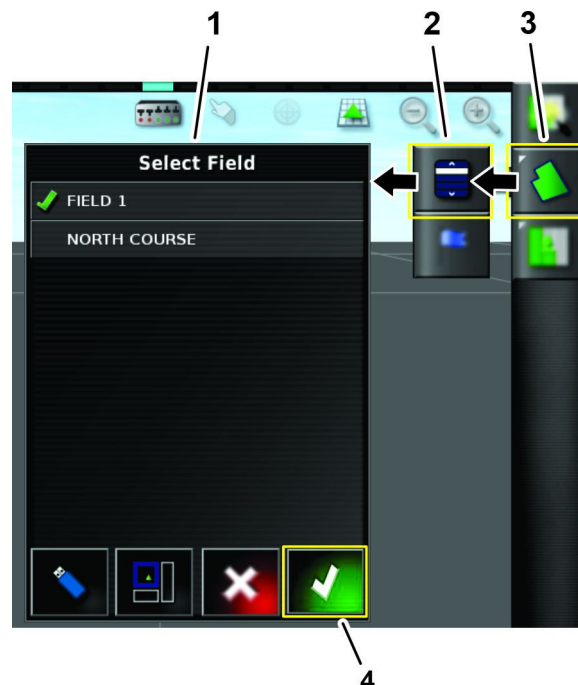

Figura 160
5. Premete l'icona MENU DEL CAMPO; nell'elenco Seleziona campo, premete l'icona per un campo, quindi premete l'icona Conferma (Figura 160).
6. Nell'elenco Seleziona campo, premete l'icona per un campo (Figura 160); fate riferimento a Creazione di un nuovo campo (pagina 21).